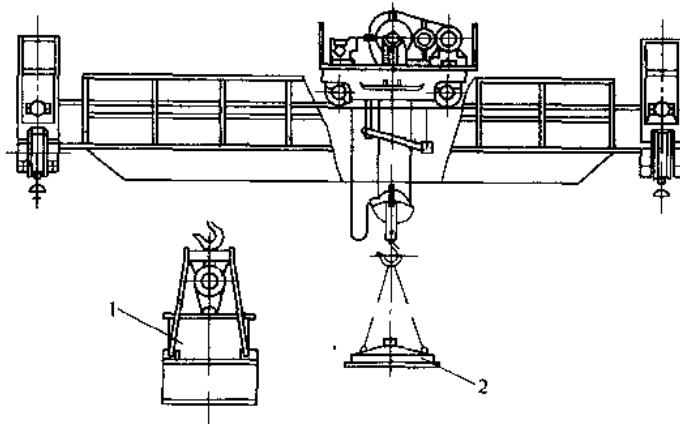

图 1-4 两用桥式起重机
(4) 两用桥式起重机 两用桥式起重机是装有两种取物装置的桥式起重机，分为吊钩抓斗和电磁抓斗两种类型，如图 1-4 所示。两种取物装置均在一台小车上，同时装有两套各自独立的起升机构。第一种类型中的一套起升机构用于吊钩，另一套起升机